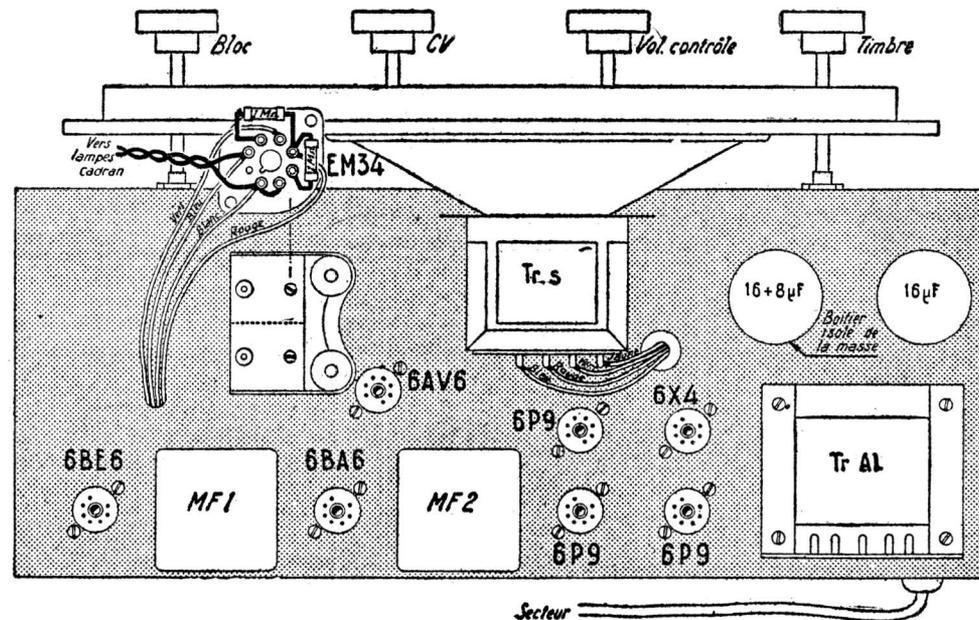

Figure 3.
**Construction :** Le détail de l'emplacement des principaux organes est indiqué par la figure 3, qui montre le châssis